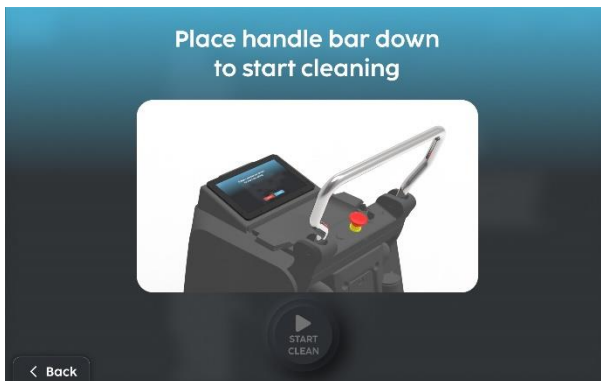

Fig. 7
4. Controleer of het handvat omlaag staat, zo niet zet u het handvat in de laagste stand (fig. 7).